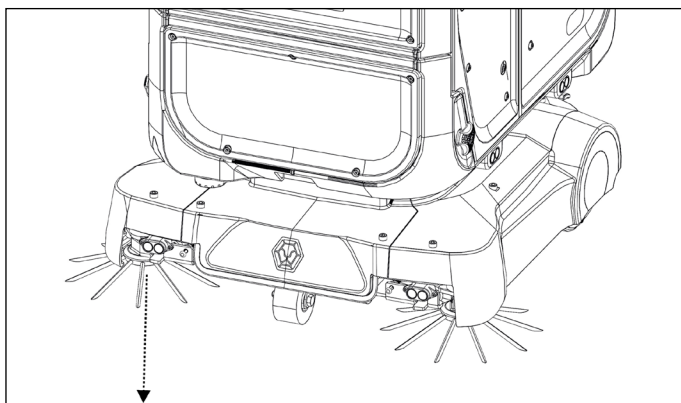

Abbildung 77
2. Entfernen Sie die alte Seitenbürste, indem Sie fest auf den Kern der Seitenbürste drücken (**Abb. 77**).